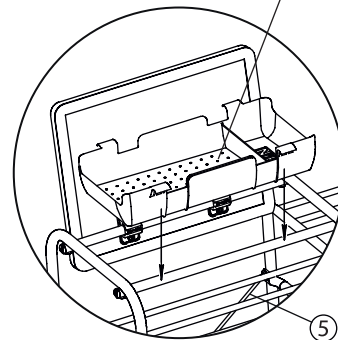

Рис. 4 Установка ящика
- Подняв сиденье (7) в вертикальное положение уставьте ящик (8) между опорами (6) (см. рис. 4).